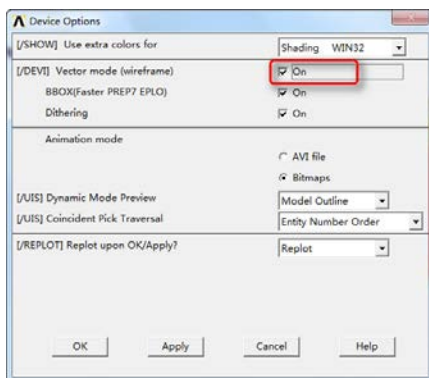

图 7-38 显示设置
①GUI 操作：PlotCtrls > Device Options 在弹出的图 7-38 中将“Vector Mode (wireframe)”设置为“On”，可以发现每在每条等应力线边上产生好多字母，可以在第 2 步修改。